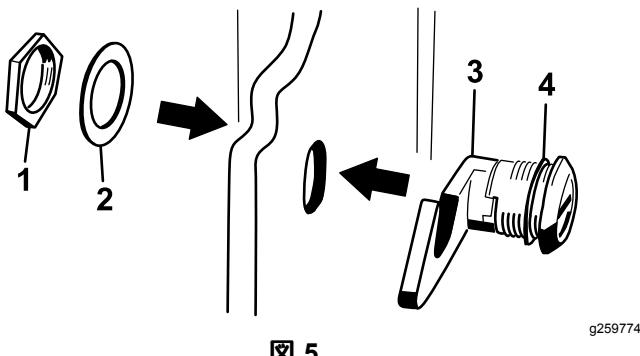

図 5
3. フードラッチアセンブリからナットを取り外す図 5。
4. フードの外側から、ラッチのフック側をフードの穴に通す。ゴム製のシーリングワッシャはフードの外側に残しておくこと図 5。